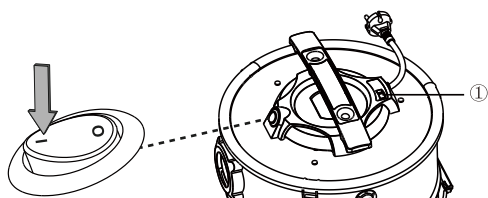

Fig. 7
- Starta motorn genom att ställa strömbrytaren på läget "I" (Fig. 7).
Asksugaren har en nivåindikator (①). Om nivåindikatorn visar en röd stapel ska behållaren och filtren tömmas och rengöras (Fig. 7).